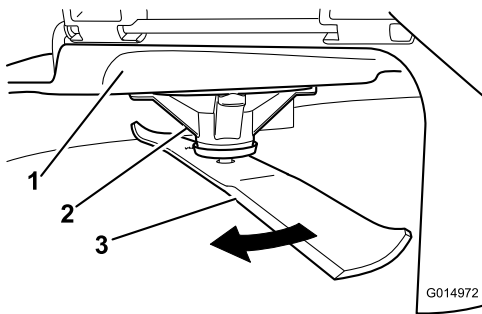

Figure 70
2. Enfilez des gants épais ou utilisez une autre protection adéquate pour les mains, et faites tourner la lame lentement jusqu'à une position permettant de mesurer correctement la distance entre le tranchant et la surface plane sur laquelle se trouve la machine (Figure 70).